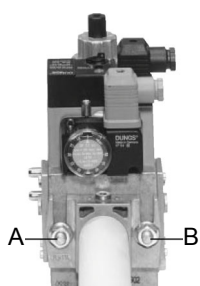

Рис. 7
3. Затянуть винты A, B, C и D (Рис. 7 - Рис. 8), соблюдая дистанции монтажа (Рис. 9);